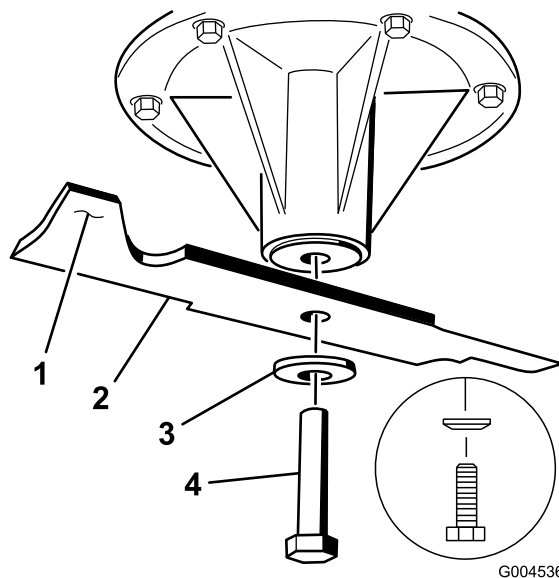

図 81
1. スピンドル・シャフトにブレードを取り付ける（図 81）。
2. スプリング・ディスクとブレード・ボルトを取り付けるスプリング・ディスクは、円錐部をボルトの頭に向けて取り付ける（図 81）。各ブレード・ボルトを85～110ft.-lb (115～150Nm = 11.8～15.2kg.m) にトルク締めする。